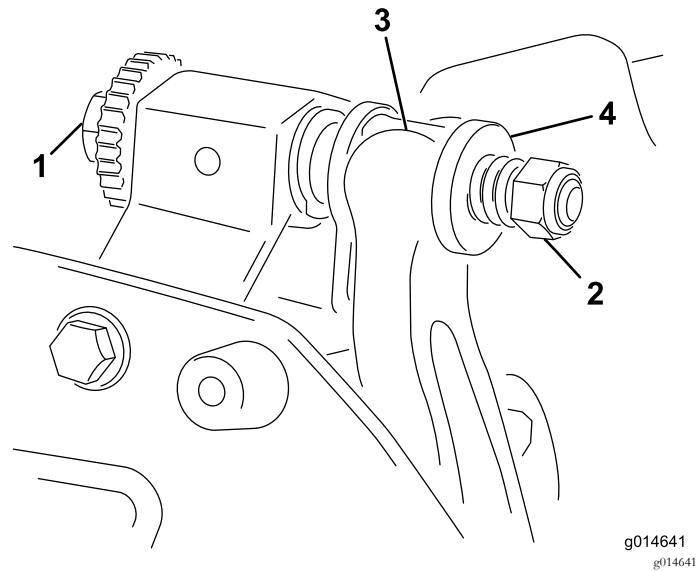

图22
1. 逆时针旋转底刀架调节螺丝将底刀后撤离开滚刀 图22。
2. 退出弹簧加压螺母直到垫圈不再对底刀架 图22施压。